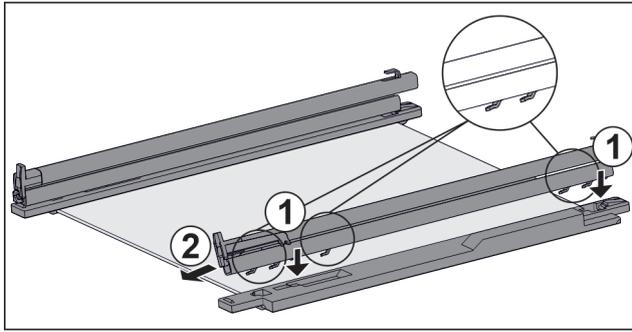

Fig. 100 Placa de vidrio con guías y piezas de sujeción
- ▶ Coloque los ganchos de la guía en las aberturas de la pieza de sujeción **izquierda**. Fig. 100 (1)
- ▶ Tire de la guía hacia adelante. Fig. 100 (2)
- ▶ Coloque los ganchos de la guía en las aberturas de la pieza de sujeción **derecha**. Fig. 100 (1)